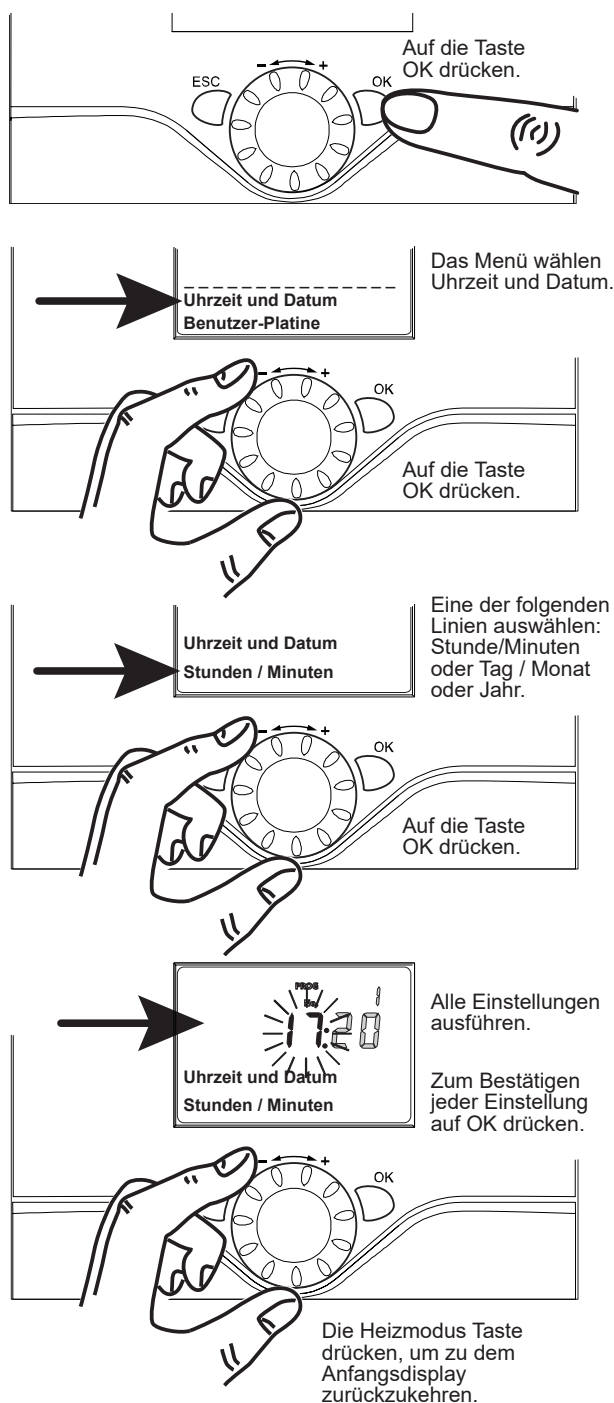

fig. 5 - Einstellen der Uhrzeit und des Datums
- Gegebenenfalls Uhrzeit und Datum einstellen (fig. 5).